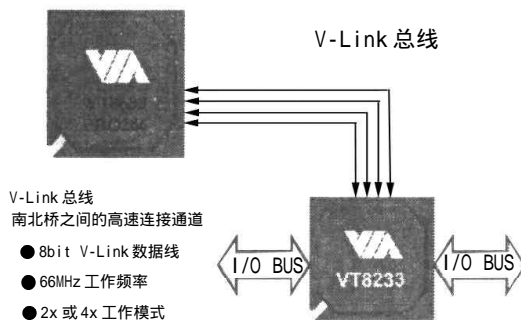

图12 V-Link 总线
2. V-Link。V-Link总线(图12)可以说是Intel加速连接器架构的变种,通过它可以将芯片组南北桥之间的带宽提升到533MB/s(比现在的128MB/s有了很大的提高)。V-Link是一条8位66MHz“2x或4x模式”的总线界面,它的优点是:具有高速的数据通道,在4x模式下,带宽为266MB/s,是PCI总线的两倍;增加了I/O吞吐率,在目前输入/输出设备速度成倍提高的前提下,提高系统数据吞吐率是急待解决的问题。此外,使用V-Link总线进一步优化了主板布线,减少了连线的根数,并提高了主板布局的合理性。